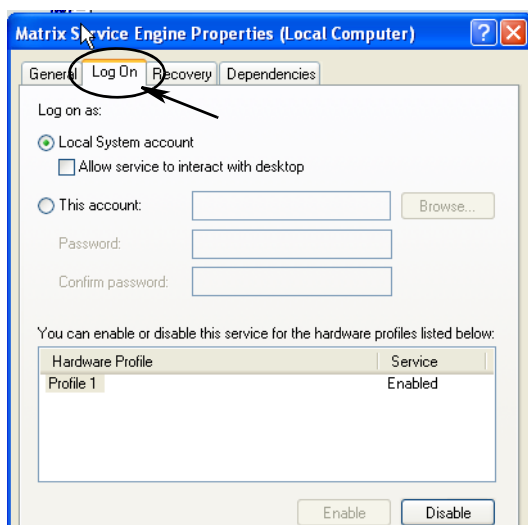

FIG. 57
e. Selecteer het tabblad Aanmelden (FIG. 57).